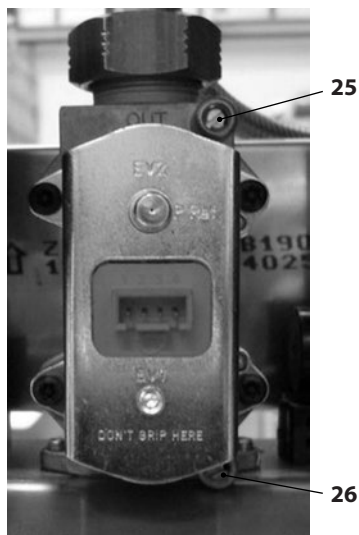

Figura 7.1
A caldaia spenta (fuori servizio), controllare la pressione di alimentazione utilizzando la presa 26 in Figura 7.1 e confrontare il valore letto con quelli riportati nella tabella Pressioni di alimentazione gas nella sezione "Dati tecnici SUPERAPIDA LN 24R" a pag. 22 e "Dati tecnici SUPERAPIDA LN 28R" a pag. 25.
- Richiudere bene la presa di pressione 26 in Figura 7.1.
- Aprire la presa di pressione 25 in Figura 7.1 e collegare un manometro.